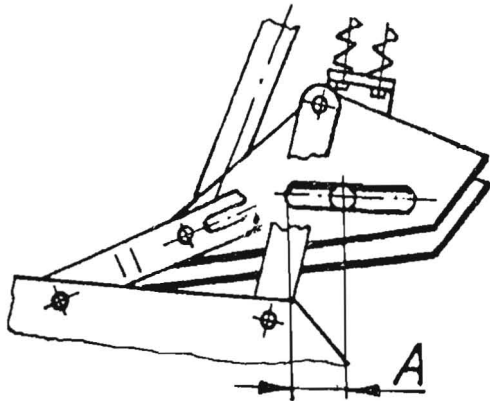

Bild 6/20a
ausgeglichen (Bild 6/21). Das geschieht, indem bei angebautem Schneidwerk die Stellspindel (SP) solange verstellt wird, bis das Schneidwerk eine waagerechte Lage einnimmt und an beiden Schneidwerksseiten mit gleichgroßem Kraftaufwand von Hand ein Pendelausschlag quer zur Fahrtrichtung ausgelöst werden kann. Als Groborientierung für eine Grundeinstellung können die in der Tabelle zum Bild 6/21a enthaltenen Werte gelten.